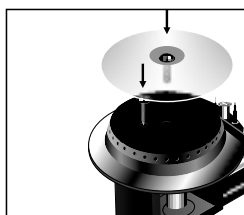

Figura 23
- Coloque nuevamente el protector y la tapa de la fuente de calor en su sitio y fije con los tornillos respectivamente (Ver figura 23).